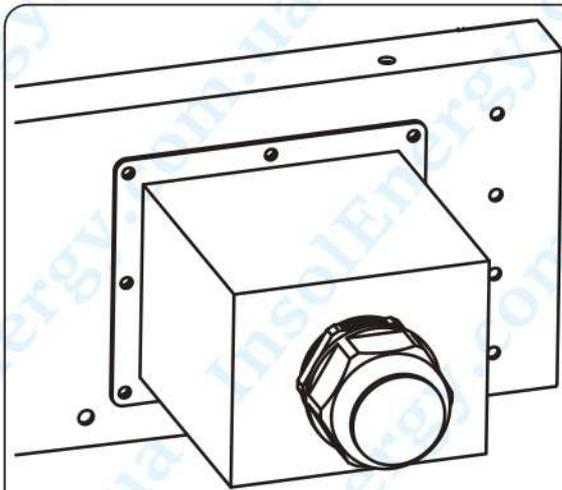
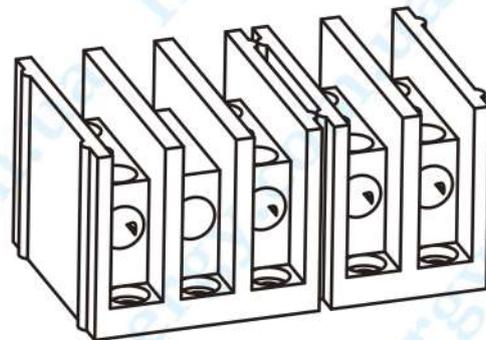

Рис. 5.7 Розподільна коробка змінного струму
Рис. 5.8 Клема змінного струму
1) Викрутіть 8 кріпильних гвинтів на розподільній коробці змінного струму інвертора, як показано на Рис. 5.7. Після зняття розподільної коробки ви зможете побачити клеми інвертора. За замовчуванням вони мають 4 цифри, як показано на Рис. 5.8.